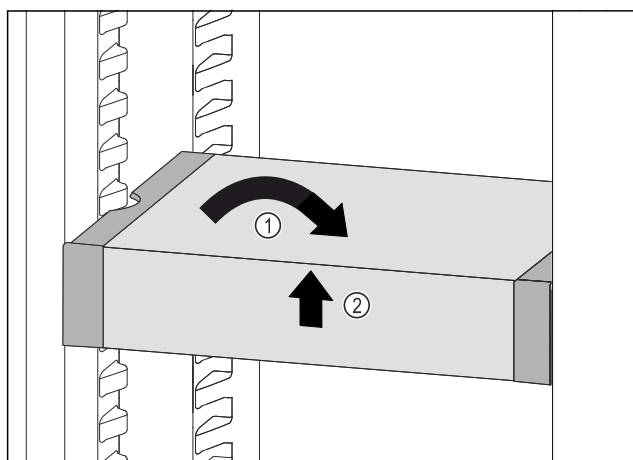

Fig. 157
- Remettre le VarioSafe droit. Fig. 157 (1)
- Soulever la partie avant du VarioSafe. Fig. 157 (2)